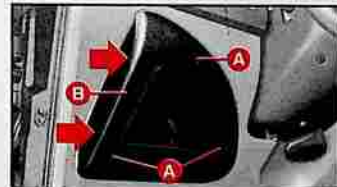

fig. 30
– dévisser les vis **A**-fig. 30, puis exercer une légère pression sur la paroi gauche du couvercle **B** et l'enlever en le décrochant de ses agrafes de retenue.